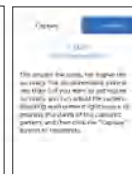

Figura 2
5.2.4. Haga clic en Enfoque automático, consulte la Figura 2 a continuación;
9.6. Compruebe la puntuación, si la puntuación es inferior a 3 puntos, puede hacer clic en [Complete] para completar la calibración de la cámara, si la puntuación es superior a 3 puntos, siga las indicaciones de la [Figura 2] para operar.